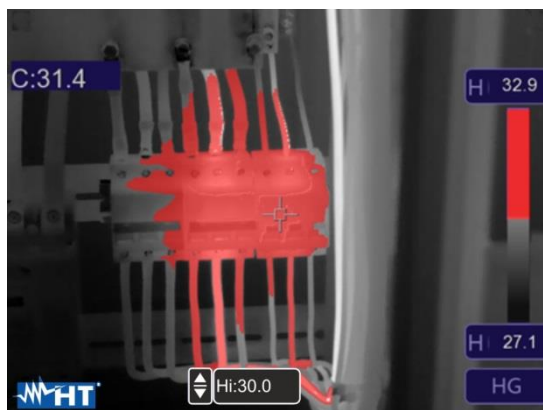

Fig. 37: Selección isoterma Alarm high Temp
5. Toque el rango “Hi” en la parte inferior del visualizador y utilice las teclas flecha ▲ o ▼ para configurar el valor del umbral de temperatura máxima más allá de la cual el instrumento muestra los puntos de la imagen en color rojo y en gris los restantes puntos (ver la Fig. 37)